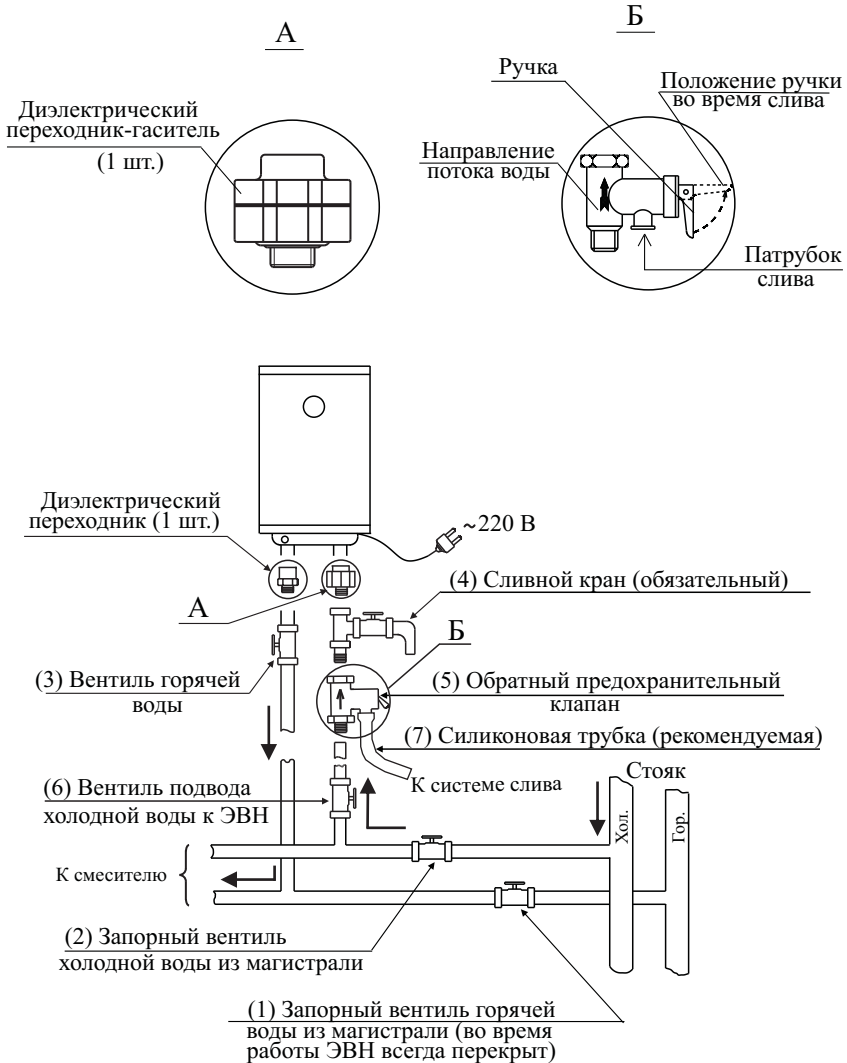

Рисунок 5 - Схема подключения к водопроводной сети
Подключение входа и выхода ЭВН к магистральным трубам холодной и горячей воды (см. рис. 5) обязательно должно осуществляться:
- Заполните ЭВН водой. Для этого перекройте запорный вентиль горячей воды из магистрали (1), закройте сливной кран (4), откройте запорный вентиль холодной воды из магистрали (2), вентиль подвода холодной воды к ЭВН (6), вентиль горячей воды (3) и кран горячей воды на смесителе. ЭВН заполнен, когда из крана горячей воды на смесителе начнет вытекать, с полным напором, вода. Закрыть кран горячей воды на смесителе (см. рисунок 5).
- При необходимости полного слива воды из ЭВН (например, при профилактике) надо отключить его от электрической сети, перекрыть вентиль подвода холодной воды к ЭВН (6), вентиль горячей воды (3) должен быть открытым, открыть кран горячей воды на смесителе и сливной кран (4), через который и слить воду (см. рисунок 5).